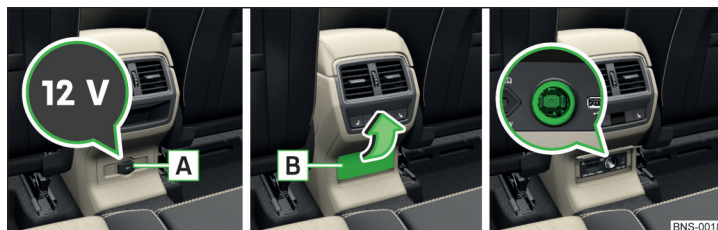

Fig. 116 Rabattez le couvercle de la prise 12 Volts / prise 12 Volts.
- Pour utiliser la prise, ouvrez le couvercle **A** ou rabattez le couvercle **B** dans le sens de la flèche » fig. 116.